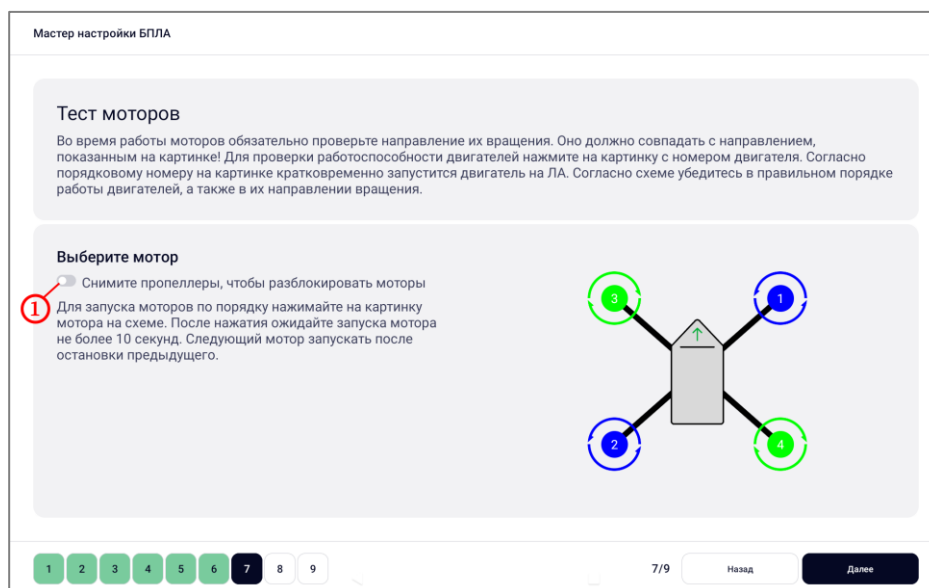

Рисунок 16 – Выполнение шага 7
- выполнить касание тумблера (рисунок 16, шаг 1);